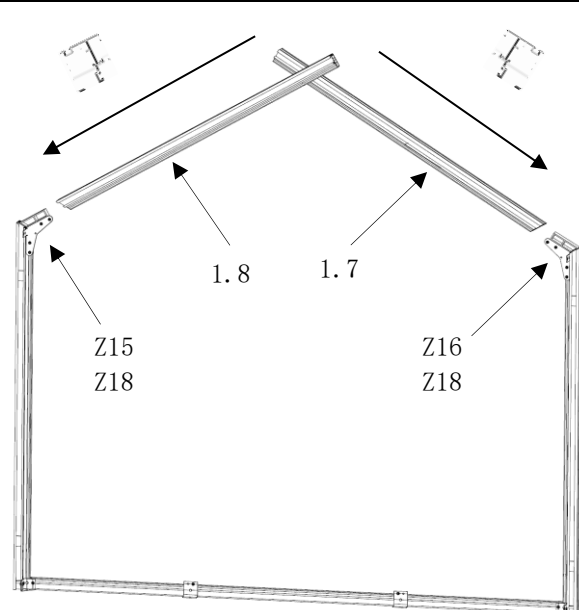

Abb. 14
- beim Verbinden der Ortgangprofile diese leicht voneinander wegdrücken. (Abb. 14)